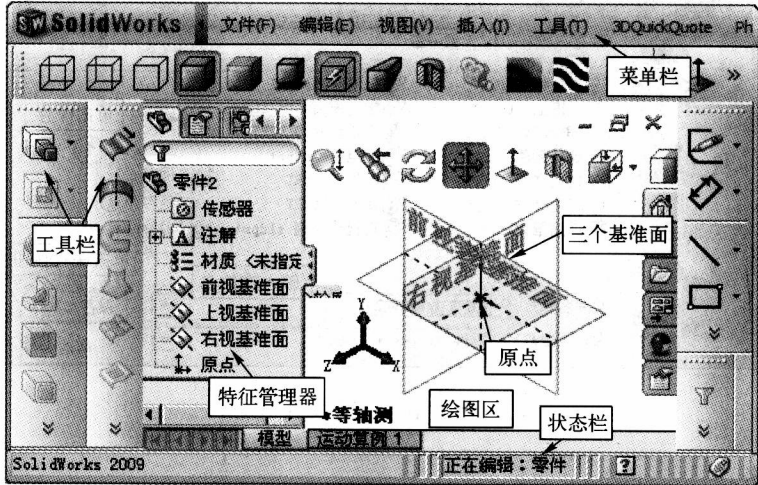

图 1-12 SolidWorks 零件基本界面
如图 1-12 所示是选择新建“零件”文件后，SolidWorks 的初始工作环境界面。其中包括了菜单栏、工具栏、状态栏等。在图形区中已经预设了三个基准面和位于三个基准面交点
① 注意：如果新建文件进入初始界面时没有显示如图 1-12 所示的三个基准面，这是因为在特征树中将三个基准面隐藏了的缘故，只要鼠标右键单击基准面，在弹出的菜单中选择“显示”，基准面就会显示出来。